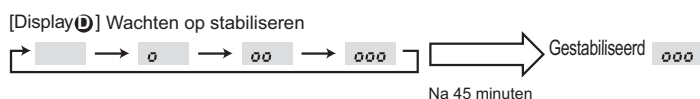

Fig. 8-3
- ③ Druk op **FILTER** (↵) om de instelling te bevestigen. (Fig. 8-3)